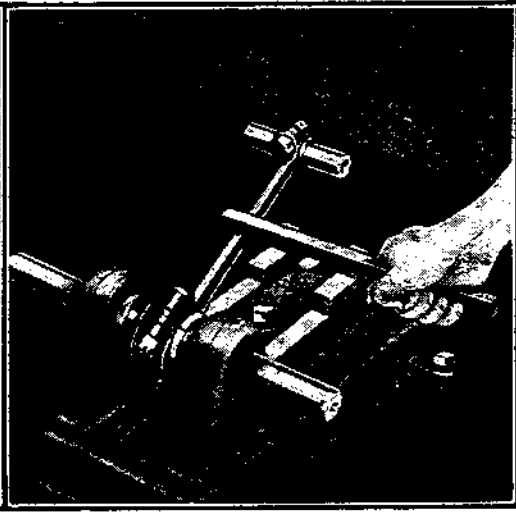

Fig. 235
**392** — Si la bielle n'est que légèrement faussée ou tordue, la redresser avec un levier, de la manière indiquée dans la figure 235. Lorsqu'elle est redressée, la monter sur le piston et contrôler l'alignement de la façon indiquée aux paragraphes 418 à 420.